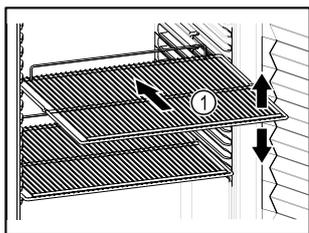

Fig. 86 Représentation à titre d'exemple
- Lorsque les grilles de support Fig. 86 (1) peuvent être déplacées, changez leur position en fonction de la hauteur des aliments.